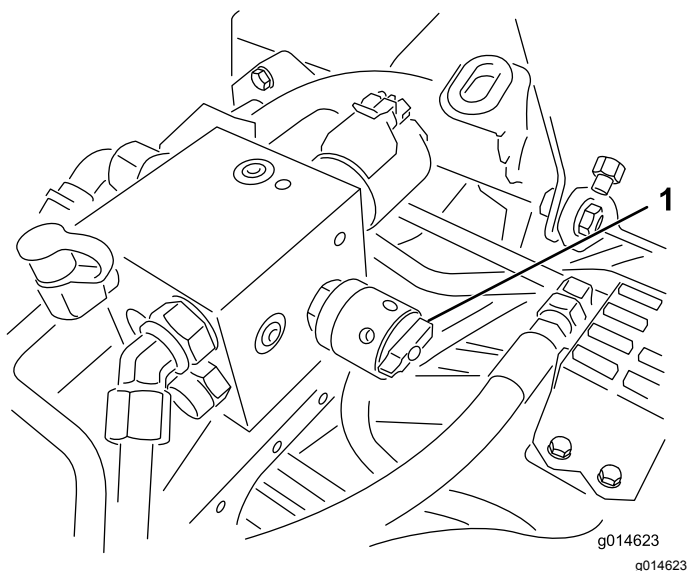

Figura 51
4. Regolate la velocità dei cilindri ruotando la manopola (Figura 51) fino a quando le frecce degli indicatori non sono allineate con il numero determinato al passaggio 3.